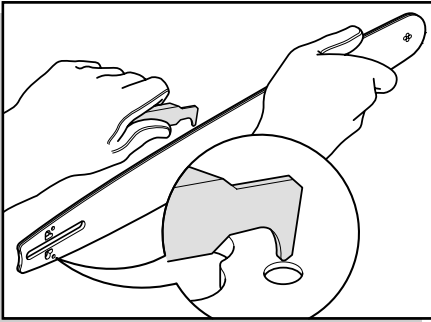

fig. 11
- Pulire periodicamente la guida ed i fori di presa olio con l'apposito raschietto della dima (fig. 11).